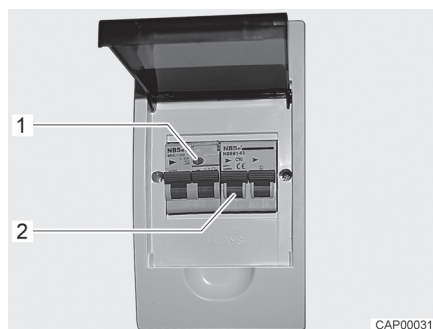

Fig. 56 Coffret de fusibles 230 V avec disjoncteur de protection de circuit et disjoncteur FI
Un disjoncteur différentiel (disjoncteur FI) dans le coffret de fusibles protège tout le véhicule contre le courant différentiel (0,03 A). Le disjoncteur de protection de circuit connecté en aval (10 A) (Fig. 56,2) protège le réseau de bord 230 V.
- Lorsque le véhicule est raccordé à l'alimentation 230 V, appuyer sur la touche de contrôle (Fig. 56,1). Le disjoncteur différentiel doit se déclencher.